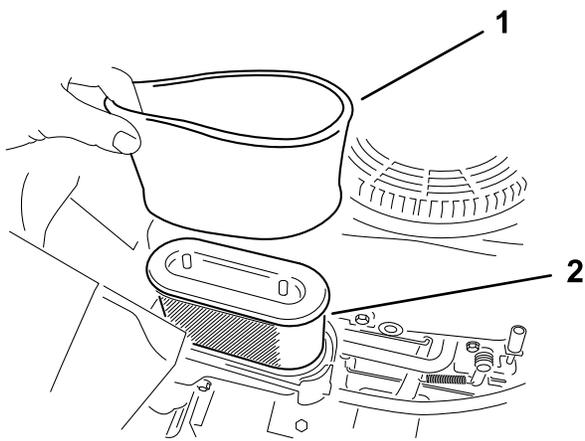

Figure 28
5. Retirez avec précaution les éléments en mousse et en papier du boîtier du filtre à air (Figure 28).
**Remarque:** Remplacez-le s'il est très encrassé (Figure 28).
1. Montez l'élément en mousse sur l'élément en papier (Figure 28).